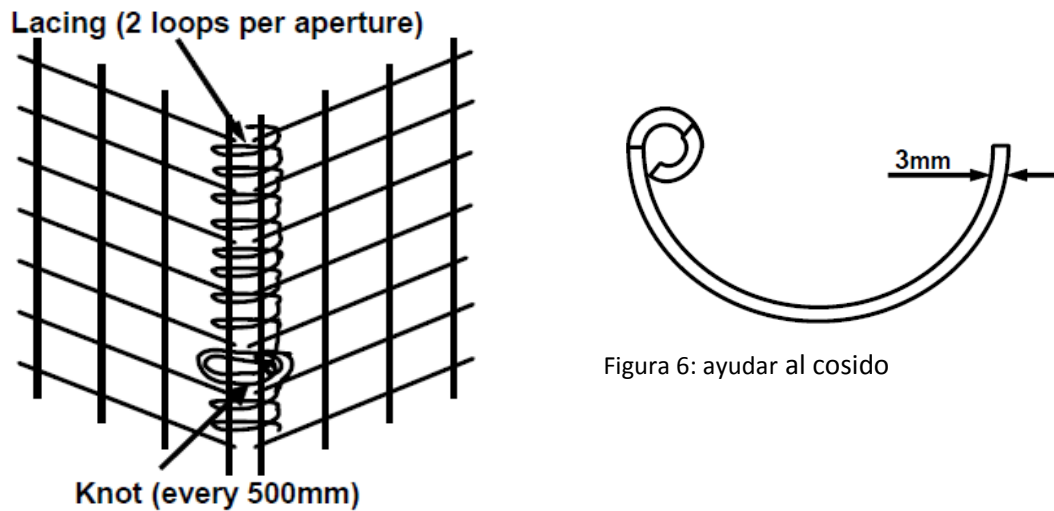

Figura 5: patrón de entrelazado
4.8: Cierre el gavión con la tapa y cosa firmemente (Figura 5) todos los lados incluyendo el diafragma en la parte superior.